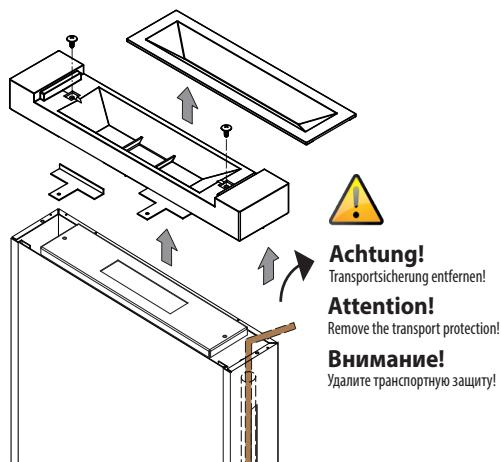

Abb. 4
- Zunächst die obere Gussabdeckung lösen (2 Schrauben) und die mitgelieferten Befestigungswinkel links bzw. rechts (je nach Befestigungsseite am Saunaofen) in die vorgesehenen Aufnahmelaşchen einfügen und mit etwas Druck fest verklemmen. Anschließend Gussabdeckung wieder mit den zuvor gelösten Schrauben am Verdampfer befestigen (Abb. 4). Beachten Sie auch die Montage der Befestigungswinkel für Holz-Reling, S. 10.